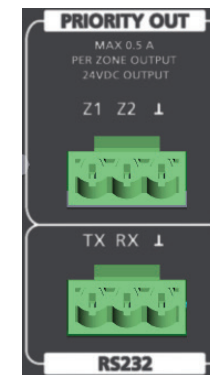

Рисунок 9. Приоритетный выход и RS232
1. См. рисунок 9. Подключите 3-контактный разъем Euroblock к реле переопределения в любых линейных устройствах регулировки громкости, подключенных к линии динамика для зон 1 и (или) 2.
1. См. рисунок 9. Подключите внешнее устройство к предусилителю PREZONE2 с помощью разъема RS232. Разъем RS232 служит в качестве интерфейса текстовых команд со следующими параметрами порта: